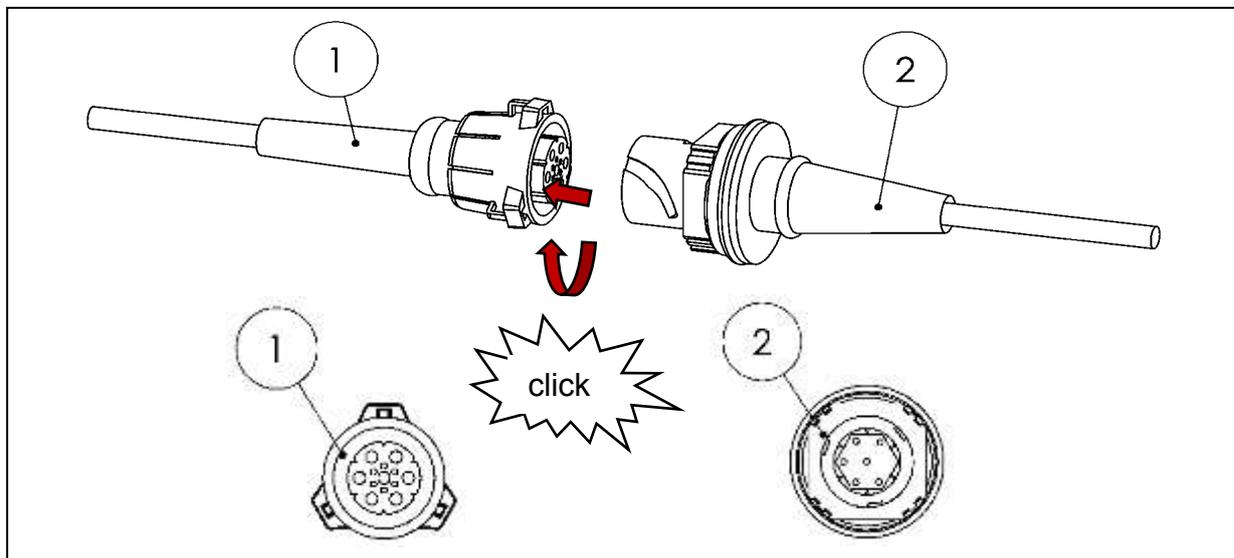

Fig. 19
- Enrute el cable del interruptor de cabina del juego de accesorios (artículo no. 11) a la cabina del conductor (vea Fig. 19).